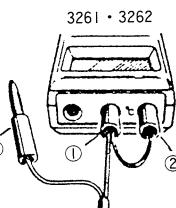

図1
- 中央の共通端子に網線プラグ①、Ωの他方の端子に黒リードプラグ②を差し込みゼロアジャストスイッチを押してゼロ調整します。(図1)